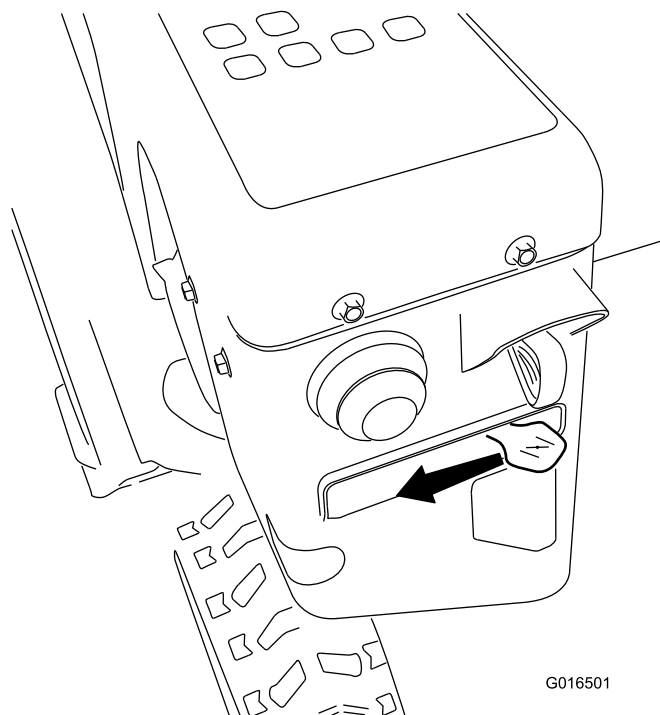

Figure 29
5. Réglez le starter à la position Starter (Figure 29).